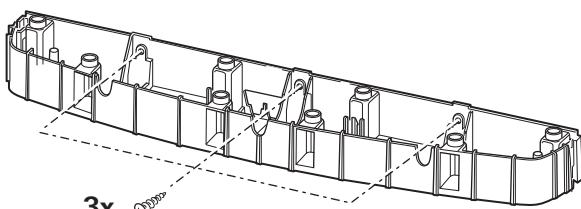

Fig. 17
- ▶ **S 3004** : fixer le support sur le cadre de la niche à l'aide de 3 vis de 3,5 x 16 mm (Fig. 17).